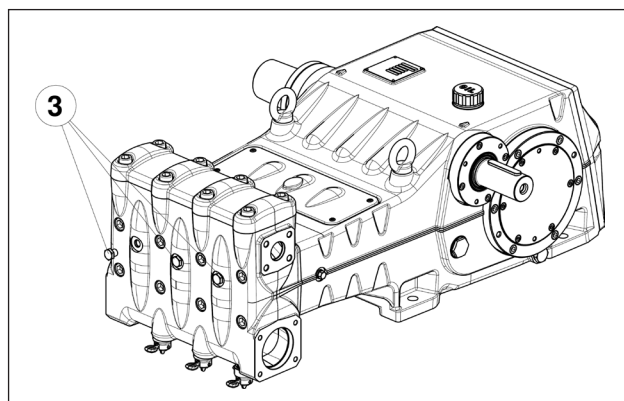

Fig. 11
Se ocorrerem problemas de iniciação devido a uma alimentação insuficiente é possível intervir, removendo as três tampas da parte da frente do cabeçote (exceto a versão LK36), conforme indicado na pos. ③ Fig. 11.